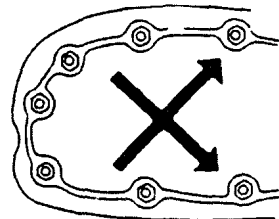

图 1-2
2. 螺栓、螺母、十字螺栓等在装锁时应先略微装锁之后,由大径至小径、由内侧至外侧以对角方式,按规定扭矩锁紧,见图 1-2。